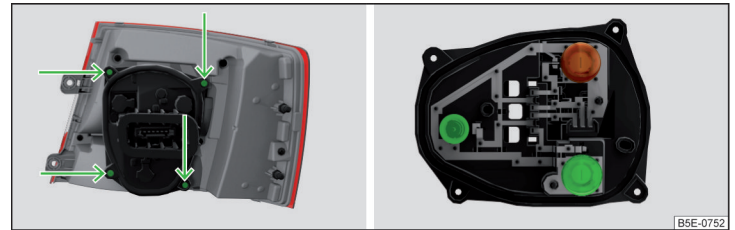

Abb. 362 Äußerer Teil der Leuchte / Halter mit Glühlampen
- › Den Lampenhalter » Abb. 362 mit dem Schraubendreher aus dem Bordwerkzeug abschrauben und den Lampenhalter aus der Leuchte herausnehmen.